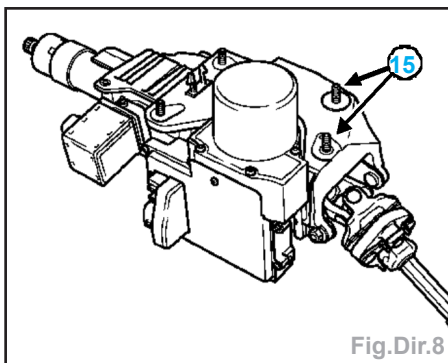

Fig.Dir.8
- Accéder aux écrous de fixation (15) par l'arrière de la colonne de direction, entre l'axe intermédiaire de la colonne de direction et la pédale de frein (Fig.Dir.8).